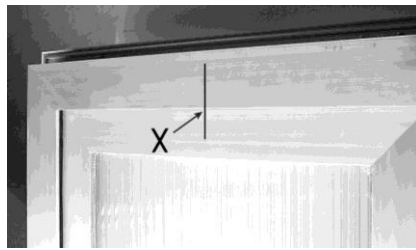

Рисунок 7
- P. Нанесите карандашом центральную точку X на оконную раму (Рис. 7) или разделите ее должным образом при использовании большего количества Syncro.